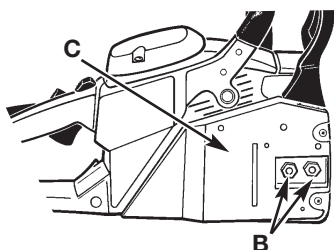
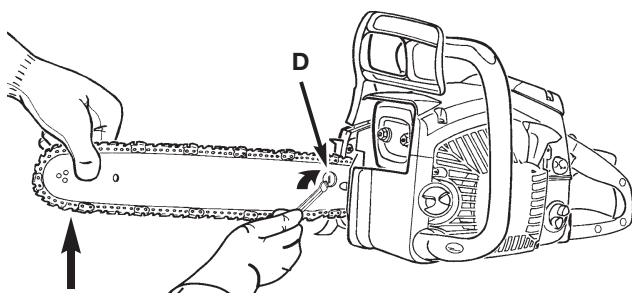

Fig. 22
Fig. 28
1. Desserrer la barre retenant des noix (Fig. 22). Tenir le guide-chaîne à l'horizontale et serrer la vis (D) en tournant A DROITE pour augmenter la tension de la chaîne. Pour diminuer la tension, tourner la vis de réglage VERS LA GAUCHE. S'assurer que la chaîne est bien ajustée tout au long du guide-chaîne (Fig. 28).